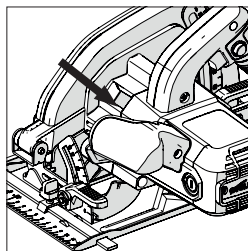

Рис. 3
- Найдите кнопку блокировки вала устройства (расположение на всех устройствах аналогичное). С помощью кнопки блокировки шпинделя заблокируйте шпиндель циркулярной пилы. **((Рис. 3)).**